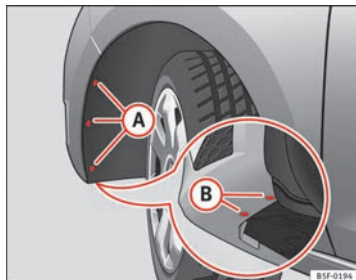

Fig. 189 Faro antiniebla: acceso al conector y al portalámparas
- Retire los 3 tornillos **(A)** ⇒ fig. 189 del interior del pasarueda y los 2 tornillos inferiores **(B)** ⇒ fig. 189 del parachoques precisando para ello de un destornillador.